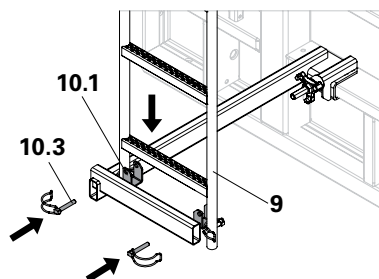

Fig. A9.04
- Accrocher l'échelle en bas (Fig. A9.04 + A9.05)